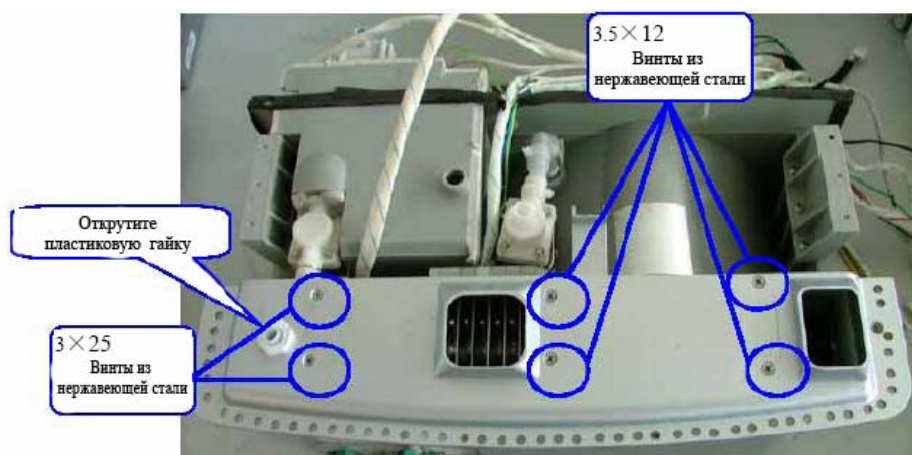

Рис. 6.1
- Открутите 6 винтов (2 левых отличаются от 4 правых) (Рис. 6.1);
- Открутите пластиковую гайку (Рис. 6.1);